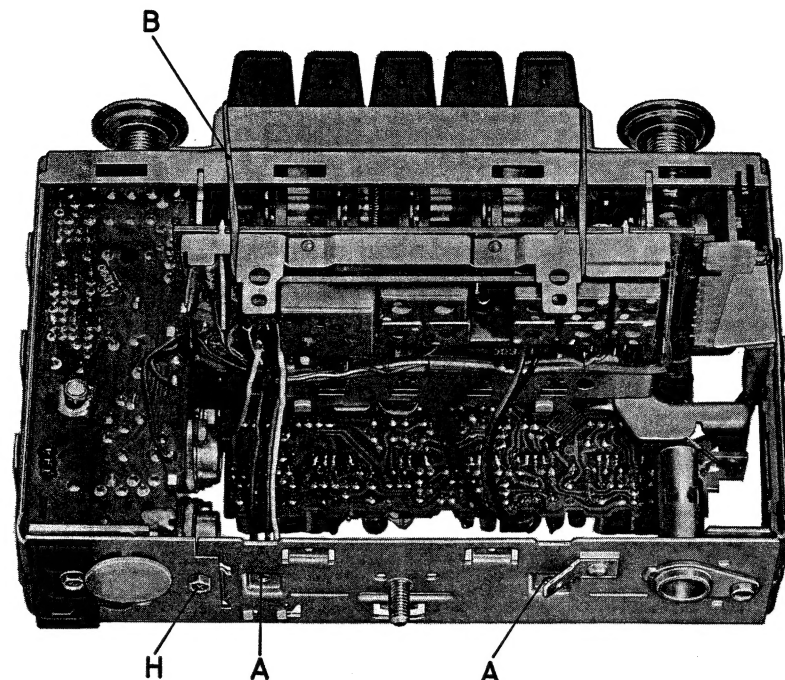

Fig. 1
- 1.1 Remove the two mounting screws „A“ of the IF board at the rear wall (fig. 1).
- 1.1 Die beiden Halteschrauben „A“ der ZF-Platte an der Rückwand herausdrehen (Fig. 1).